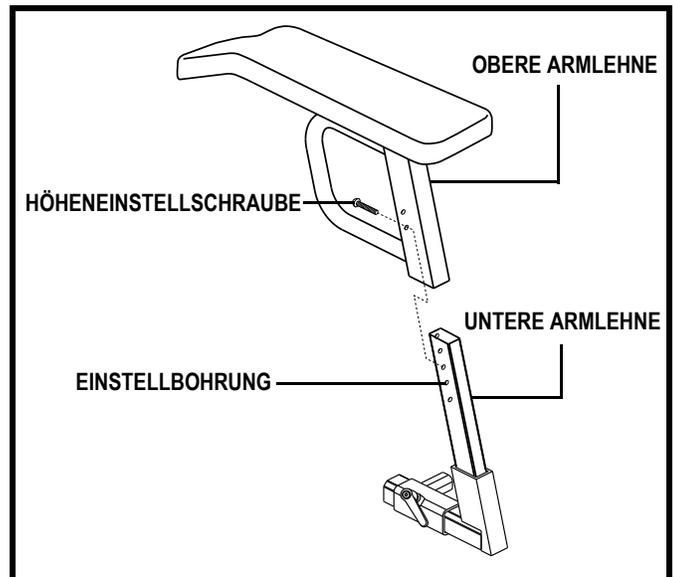

Abb. 17. Einstellung der Armlehnenhöhe
1. Entfernen Sie die Höheneinstellschraube aus der Armlehne. **Siehe Abbildung 17.**